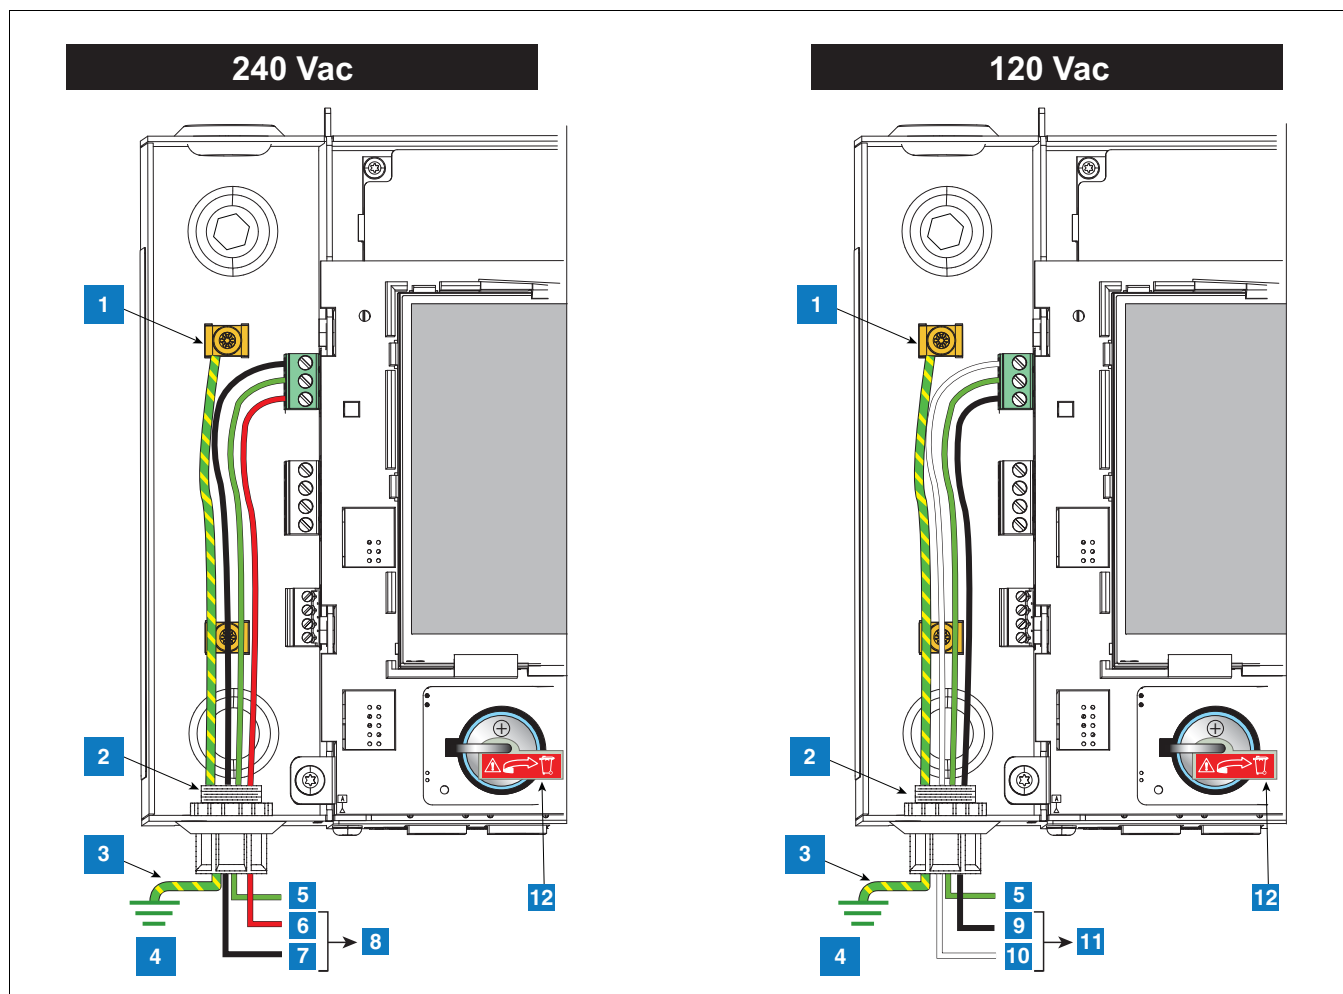

Figura 5. Conexão de energia elétrica (AC) no console
3. Faça a conexão de entrada dos fios de eletricidade 120 ou 240 Vac conforme mostrado na Figura 5.
LEGENDA PARA CAIXAS NUMERADAS LIG Figura 5